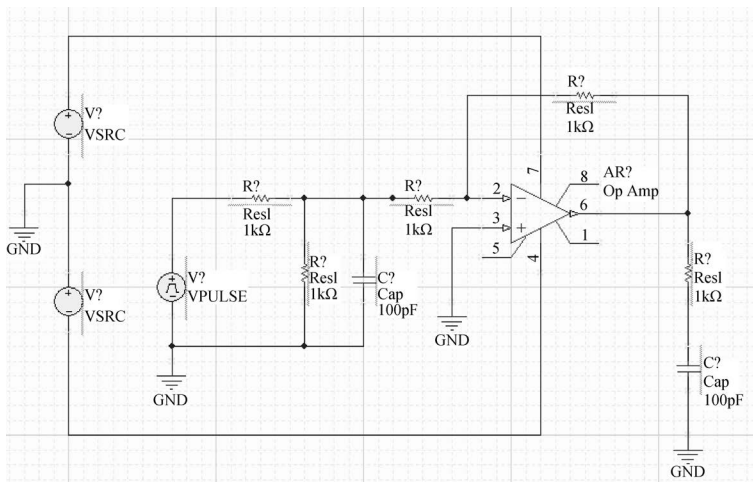

图 3-19 连接电路元件和信号源
(4) 单击 AD 软件主界面下工具栏内的  按钮,将这些元器件和信号源按照图 3-19 所示的方式进行连接。